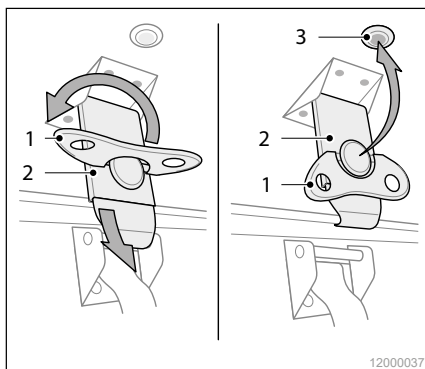

Abb. 12 Drehverschluss öffnen
- Klappen Sie den Griff (Abb. 12/1) des Drehverschlusses heraus.
- Lösen Sie den beweglichen Haken des Drehverschlusses (Abb. 12/2) aus dem fest montierten Gegenstück.
- Klappen Sie den Griff ein und befestigen Sie den Drehverschluss am Magnet (Abb. 12/3) am Aufstelldach.